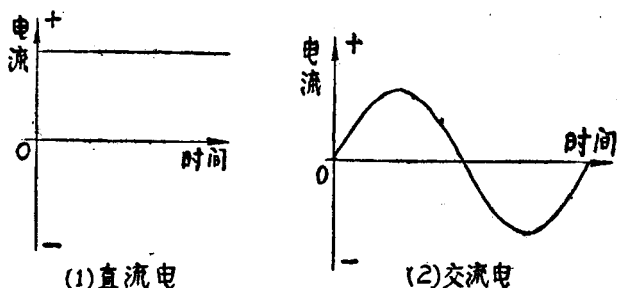

图 1-5 电流和時間的关系示意图
以上所講的都是屬於直流电方面的情況，所謂直流电就是电势和电流的方向和大小在任何時間里都是恆定不變的。所謂交流电就是电势和电流的方向作周期性改变的。如以縱坐标表示电势或电流的大小，而以橫坐标表示時間，則直流电和交流电可分別簡單表示如图 1-5 (1) 及 (2)。